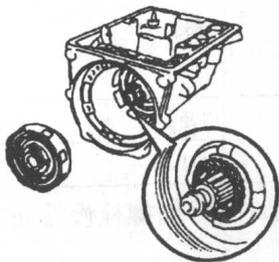

图 1-1-25
(2) 安装直接挡离合器 (图 1-1-25)。提示: 边旋转直接挡离合器边推进它, 使直接挡离合器的齿与制动器盘的齿啮合。若直接挡离合器与中心支承完全啮合, 则直接挡离合器的中心凸缘与太阳齿轮轴的端部平齐。